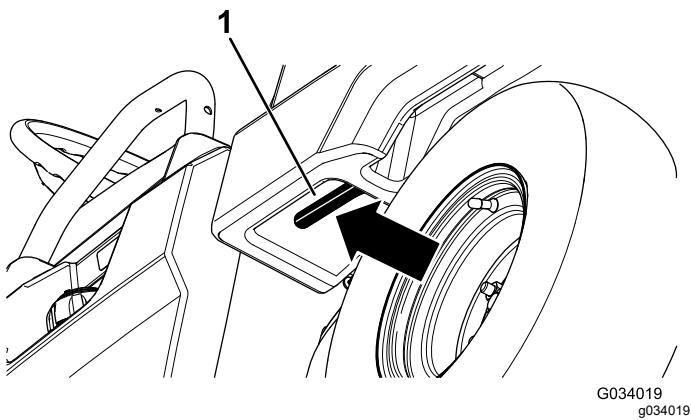

Figure 21
1. Tirez vers vous le levier du côté intérieur gauche du plateau de chargement et levez le plateau (Figure 21).
1. Levez légèrement le plateau en soulevant le levier de verrouillage (Figure 21).